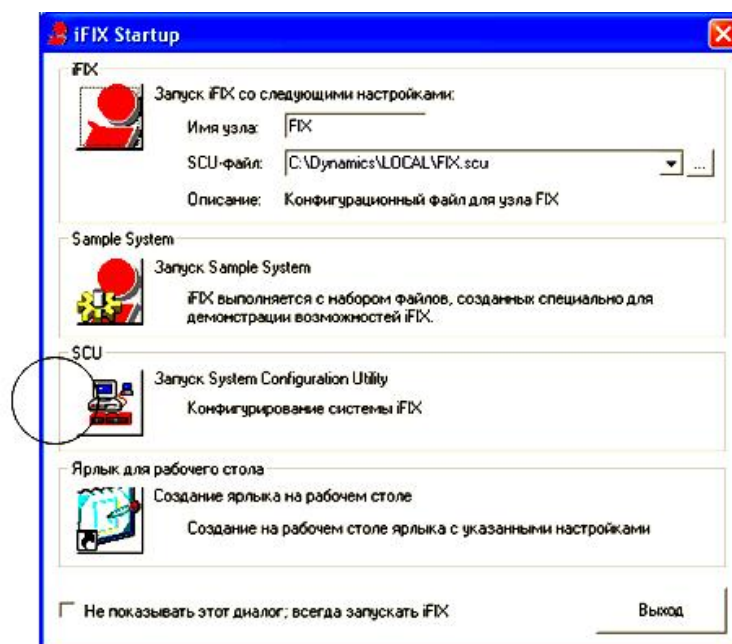

Рис. 2.1. Внешний вид окна приложения Intellution iFIX
- запустить приложение Intellution iFIX, затем нажать на кнопку «Запуск System Configuration Utility» (рис. 2.1);